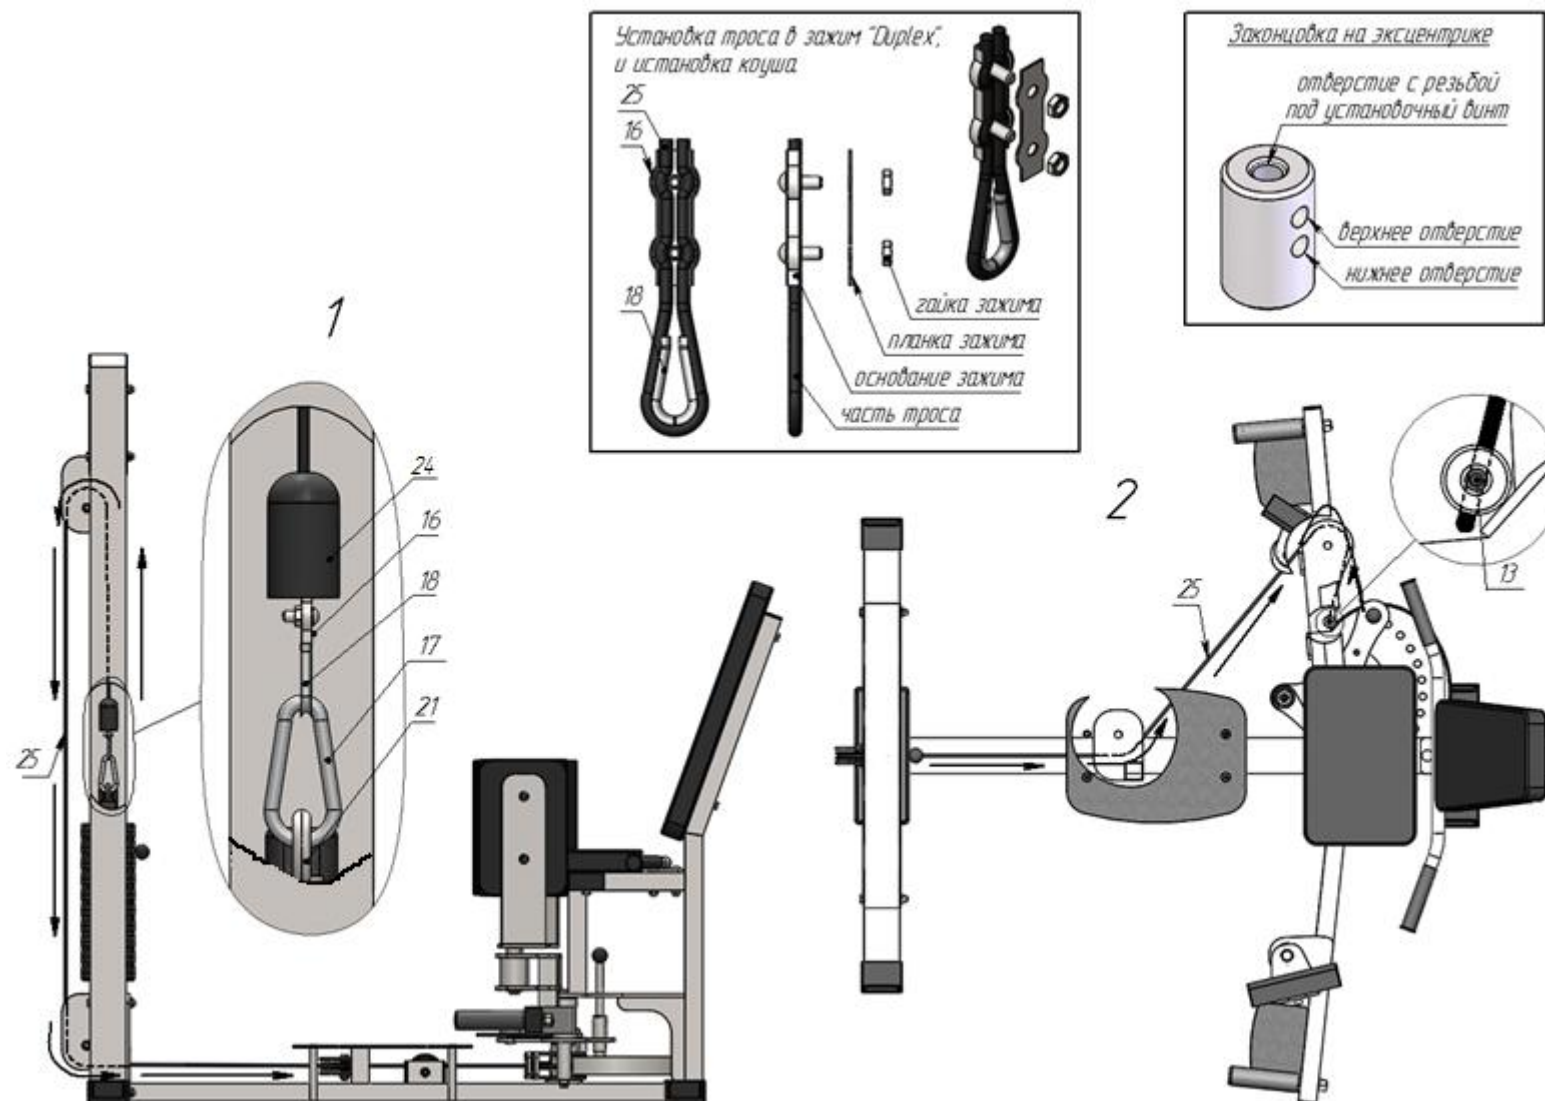

Рис. 4
4. Возьмите один конец троса (25) и проденьте его через отверстие в стопоре (24); затем вложите трос в зажим «Duplex» (16), обогнув болты в зажиме с одной стороны; далее вытяните трос сильнее и сделайте петлю, вложите в нее коуш (18); вернитесь в зажим (16), снова обогнув болты, но с другой стороны. Затяните как можно сильнее планку зажима (16). Зажим с тросом вставьте в полость стопора (24). Зафиксированный конец троса скрепите с рым-болтом на верхнем грузе (21) при помощи карабина (17). Свободный конец троса (25) пропустите согласно схеме. После свободный конец троса (25) заведите в нижнее отверстие законцовки, затем выйдите из него, и проденьте конец троса в верхнее отверстие, сверху затяните трос установочным винтом М10х12 (13) (рис. 4).